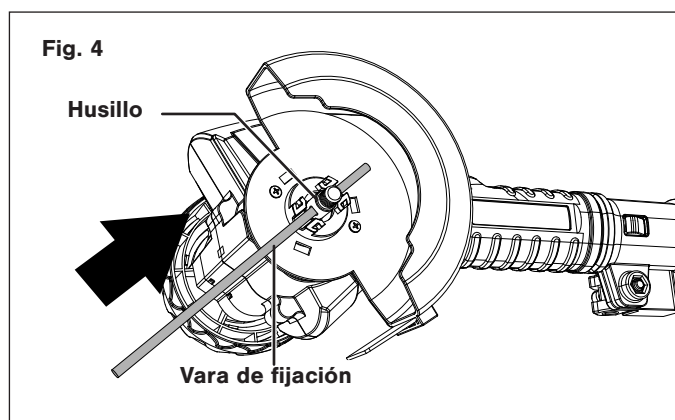

Fig. 4
2. Para instalar un cepillo, primero inserte la vara de fijación a través del orificio en el husillo para trabarlo en su lugar (Fig. 4).